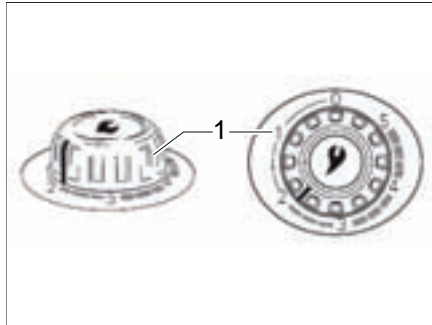

Bild 102 Drehregler an der Warmluft-Heizung
- Drehregler an der Heizung (Bild 102,1) auf gewünschten Wert einstellen und bis zum Anschlag niederdrücken.
- Drehregler an der Heizung (Bild 102,1) auf "0" stellen. Der Zündautomat wird damit gleichzeitig abgeschaltet.
- ▷ Weitere Informationen der separaten Bedienungsanleitung "Truma S 3004 (P) / S 5004" entnehmen.